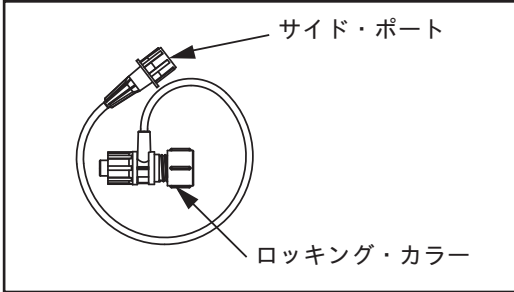

図2. フラッシュ・アセンブリ
- フラッシュ・アセンブリをカテーテル・ハブに取り付けろ。 ロッキング・カラーが開いた位置になっていることを確認する（図2）。